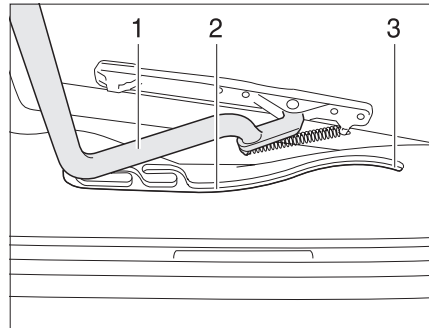

Bild 34 Heki-taklucka, spår
- ▶ Dra in bygel (Bild 34,1) i spåret (Bild 34,2) till den bakersta positionen (Bild 34,3).
- ▶ Tryck bygel (Bild 34,1) lätt uppåt med båda händerna.
- ▶ Tryck bygel uppåt med båda händerna tills bygel ligger ovanför låsknappen (Bild 34,2).
- ▶ Drag bygel till önskad position i spåret (Bild 34,2).